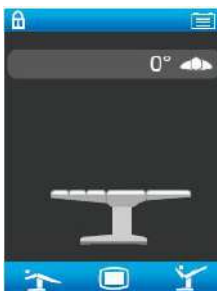

Рис. 2-23. Главный экран интерфейса
5. Как показано на Рис. 2-23., после сохранения положения стола на дисплее снова появится главный экран интерфейса.